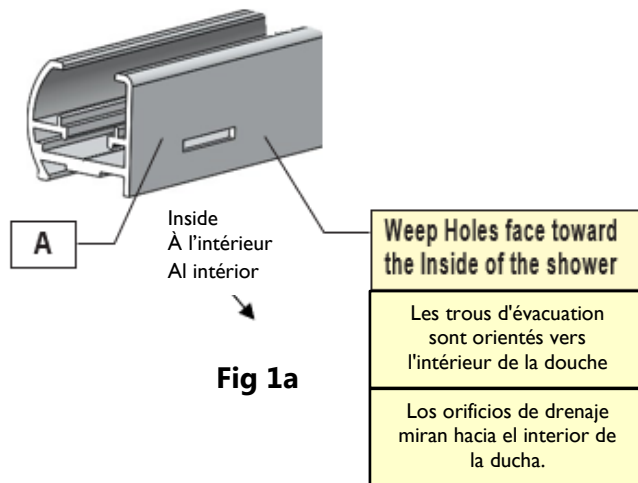

Fig 1a
1. Position the pre-cut **Sill (A)** onto the threshold per the diagram and dimensions shown below. **(Fig 1a/1b)**
1. Positionnez le seuil prédécoupé (A) sur le seuil selon le schéma et les dimensions indiqués ci-dessous. (Fig. 1a/1b)